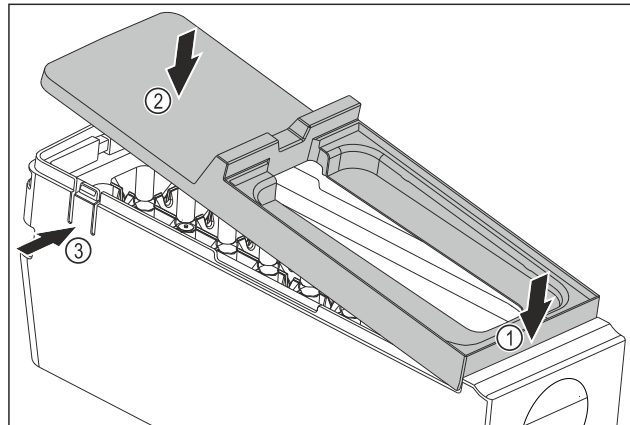

Fig. 81
- Montați apărătoarea corpului EasyTwist-Ice: Așezați în față apărătoarea Fig. 81 (1)
- Coborâți în spate apărătoarea Fig. 81 (2)
- ▷ Apărătoarea se fixează în poziție cu zgomot specific în cele două eclise Fig. 81 (3).